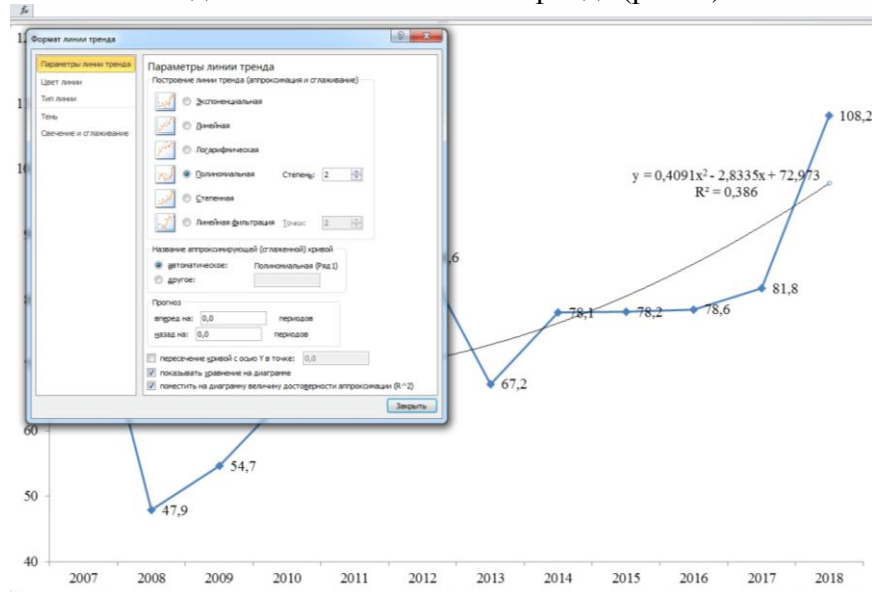

Рисунок 7 - Вкладка Тип используется для выбора типа создаваемой линии тренда
2. Выберите команду Добавить линию тренда из контекстного меню. На экране появится диалоговое окно Линия тренда (рис. 7).